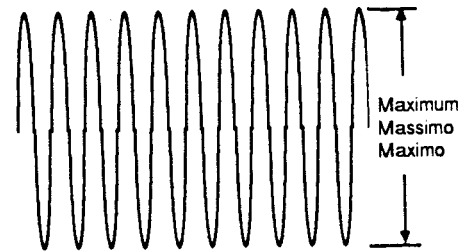

Fig. 43
- mit Mutter (35) maximale Ausgangsspannung einstellen (Fig. 43).
- Adjust the nut (35) to obtain maximum output voltage (Fig. 43).
- Con il dado (35) regolare per la massima tensione d'uscita (fig. 43).
- mit Schraube "B1" maximalen Ausgangspegel einstellen (Fig. 42, Fig. 43).
- Adjust the screw "B1" to obtain maximum output voltage (Fig. 42, Fig. 43).